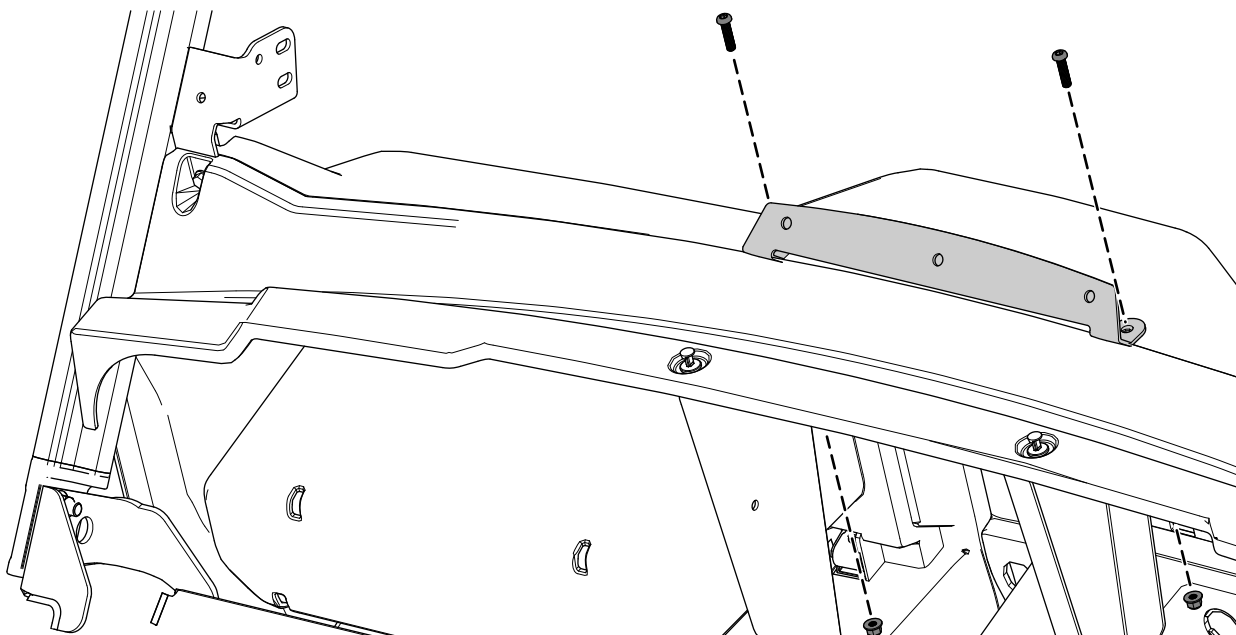

Bild 2
2. Befestigen Sie die Armaturenbrethalterung mit zwei Flachkopfschrauben (M6 x 25 mm) und zwei Sicherungsmuttern (6 mm) am Armaturenbrett, wie in Bild 2 dargestellt.